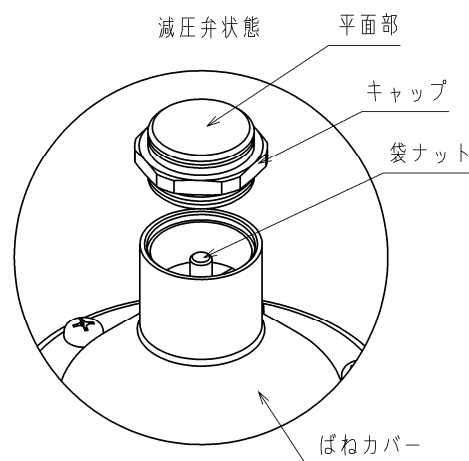

図2
- (3) 水圧検査は、キャップの凹部が上の状態でねじ込まれていることを確認し、1.75MPa 以下の圧力で行なってください。
- (4) 水圧検査終了後、内部圧力抜いてから必ずキャップを元の状態(平面部を上にする)に戻してください。(図2)